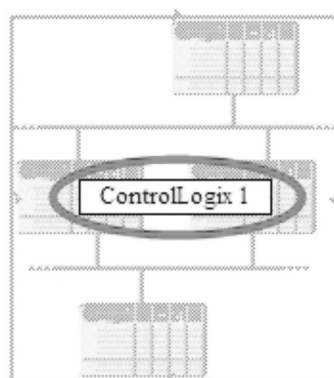

图 26-13 子系统名称框图
3. 在 CLX_SS.1 子系统名称框中双击，键入名称“ControlLogix 1”（见图 26-13），然后单击“回车”（Enter）（请确保是在名称文本框而非子系统图标中进行单击）。